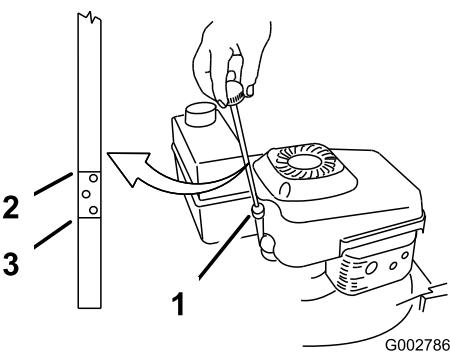

Bild 10
2. Reinigen Sie den Bereich um den Peilstab (Bild 10).
6. Nehmen Sie den Peilstab heraus und lesen Sie den Ölstand ab (Bild 10).
Stellen Sie vor jedem Einsatz sicher, dass der Ölstand zwischen den Marken „Add (Nachfüllen)“ und „Full (Voll)“ am Peilstab steht (Bild 10).